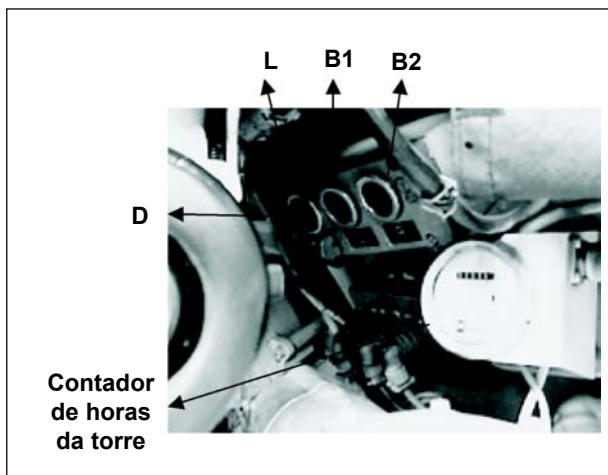

Fig 4-6. Caixa de comando dos fumígenos
(1) Lâmpada
(2) Botões:
**f. Caixa de comando dos fumígenos** (Fig 4-6) - Localizada à direita do Cmt CC, é composta de:
**m. Contador de horas da torre** (Fig 4-6) - localizado na parede direita da torre, atrás do atirador, tem a função de registrar o tempo de funcionamento do sistema hidráulico. (Serve como referência para as inspeções e trabalhos de 2º escalão)